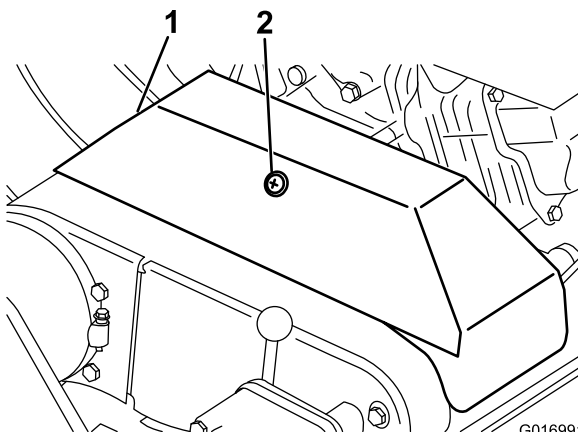

Figura 39
3. Desaperte a fixação que prende a cobertura da correia em V e incline a abertura da cobertura (Figura 39).